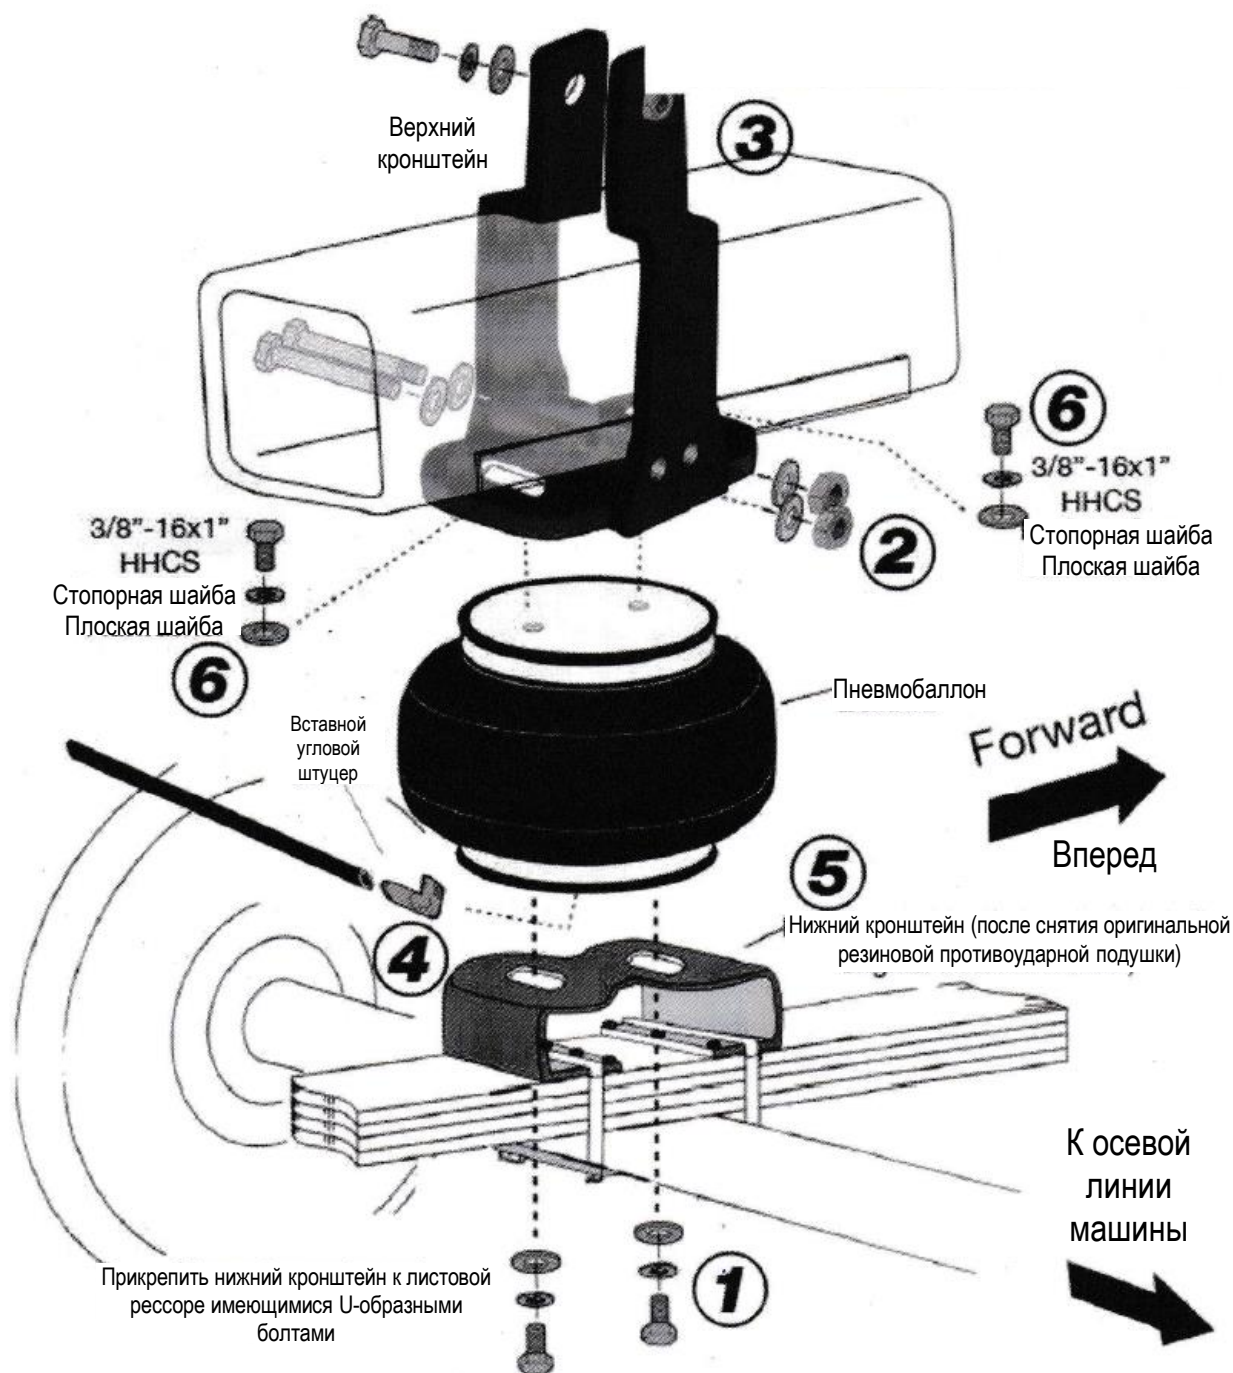

Рис. 1
2. Сориентируйте пневмобаллон так, чтобы отверстие для впуска воздуха располагалось сверху и ближе к оси машины, и прикрепите, не затягивая, нижний кронштейн к пневмобаллону с помощью двух болтов 3/8" - 16x1 с шестигранной головкой, двух стопорных шайб 3/8" и двух плоских шайб 3/8" (рис. 1, поз. 1).
3. Установите две боковые пластины из комплекта деталей верхнего кронштейна на балку шасси, а затем установите на место, не затягивая, верхний болт, плоскую шайбу и пружинную шайбу. Прикрепите нижнюю пластину к боковым пластинам с помощью двух нижних болтов. Оставьте эти детали незатянутыми (рис. 1, поз. 3).
4. **Установите на пневмобаллон поворотный угловой штуцер, затянув его от руки и затем еще на полтора оборота (рис. 1, поз. 4).**
6. Снимите резиновую противоударную подушку. Установите узел пневмобаллона на листовую рессору и зажмите выступы нижнего монтажного кронштейна оригинальными U-образными болтами (рис. 1, поз. 5).
7. Установив на место пневмобаллон и нижний кронштейн, поднимите корпус дифференциала и прикрепите, не затягивая, пневмобаллон к верхнему кронштейну с помощью двух болтов 3/8" - 16x1 с шестигранной головкой, стопорных шайб и плоских шайб (рис. 1, поз. 6).